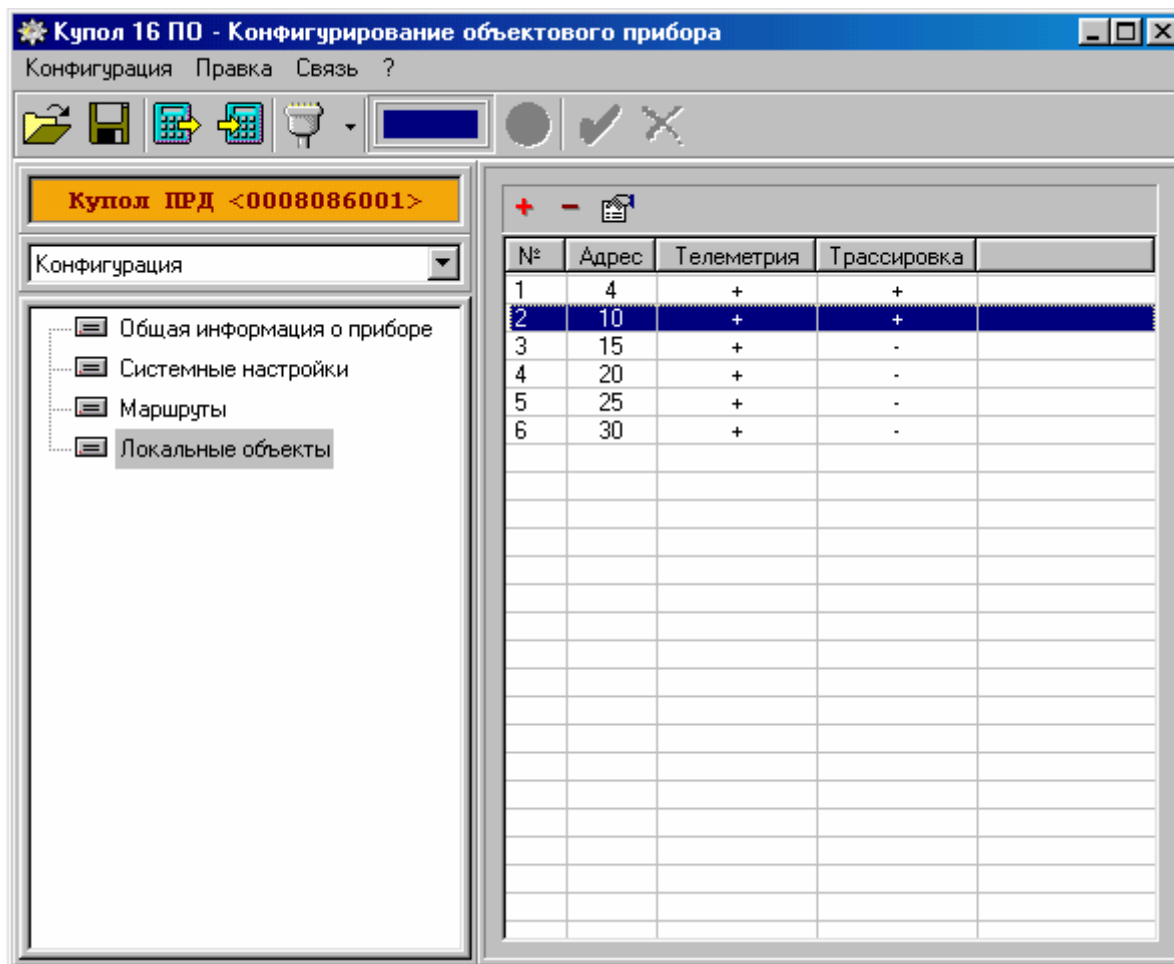

Рис. 10.5. Типовое окно параметров локальных объектов.
10.2.4.2.5.2. Типовое окно параметров локальных объектов в приборе «Планар ОП-ПРД» приведено на рис. 10.5.